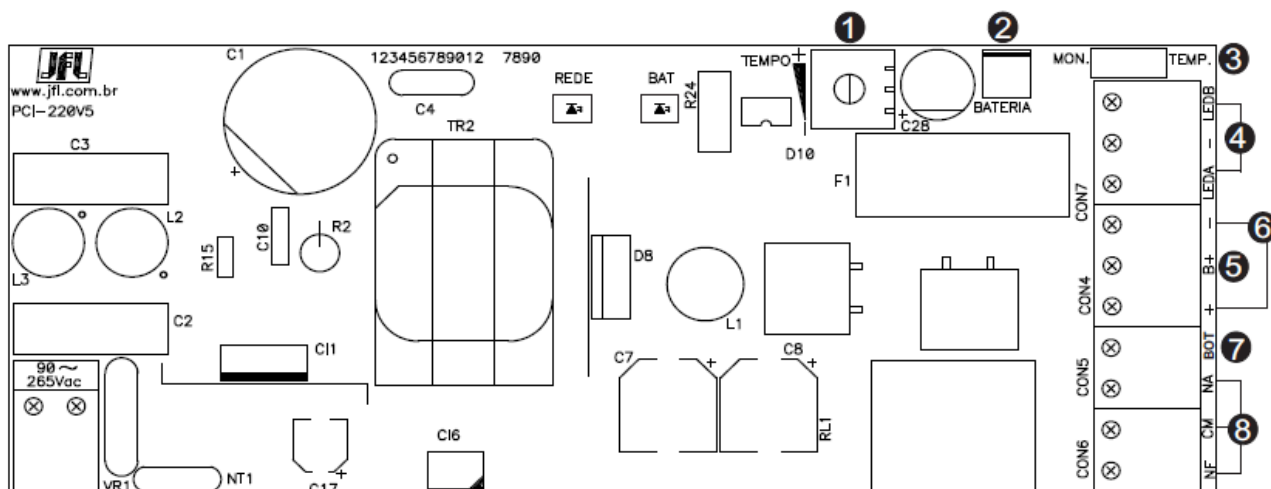

Figura 1
POWER - 212 PLUS es una fuente de alimentación 12Vc.c, que se puede utilizar por cualquier producto que necesite una corriente máxima hasta 2 amperes. En ausencia de energía eléctrica, la carga pasa a alimentarse de una batería conectada en la entrada +B y -B (función NO-BREAK). El tiempo de duración de la batería depende de la corriente que se está suministrando a la carga. La fuente tiene protección contra corto circuito de salida (+ y -), protección contra inversión polaridad (+B y -B) y un relé de contacto seco multifuncional, con la opción de red AC o salida temporizada para accionamiento de cerradura eléctrica o magnética. El modo de funcionamiento del relé se selecciona por el jumper (3) de acuerdo con la Figura 1.
La figura 1 presenta el POWER - 212 PLUS “abierto” y sus componentes principales: